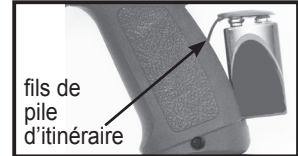

Figure 6: Installez une pile 9 volts
3. Remettez la pile attachée au clip dans la poignée, avec les câbles positionnés comme sur la Figure 6.